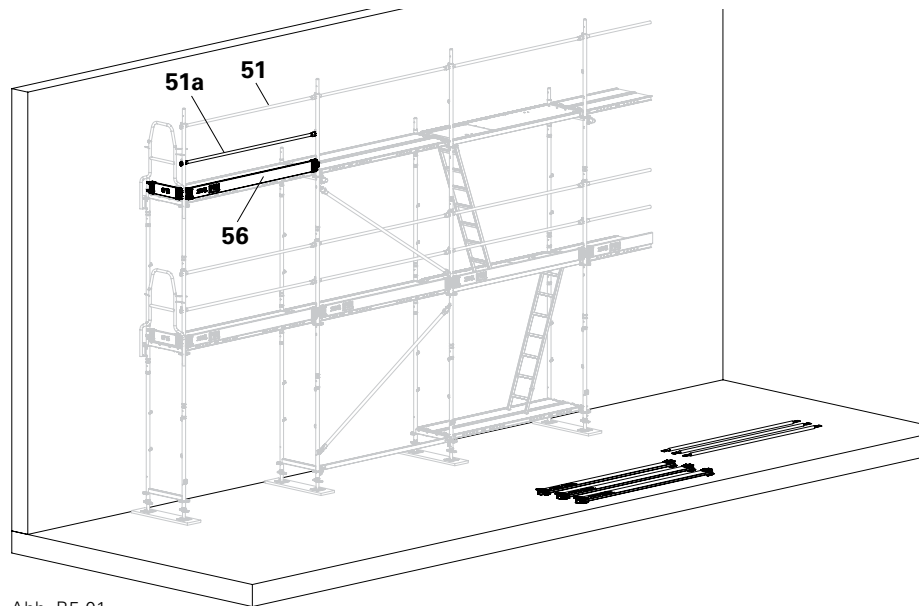

Abb. B5.01
1. Bordretter UPF (56) und Zwischenholme (51a) abbauen. Die oberen Geländerholme EPG (51) bleiben als Absturzsicherung eingebaut. (Abb. B5.01)